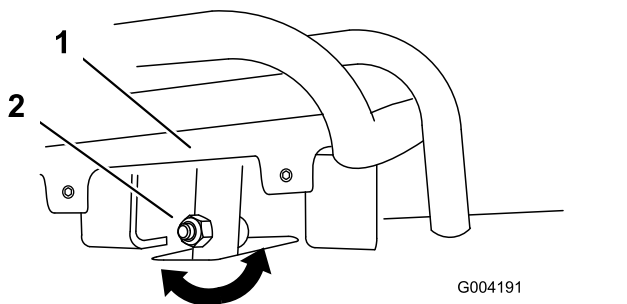
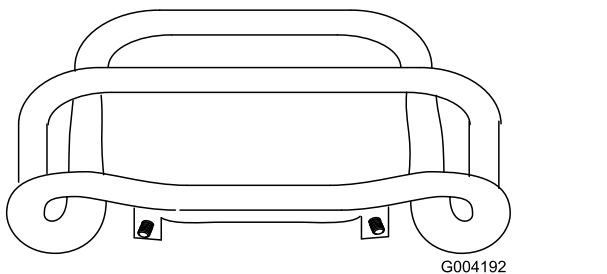

Figura 54
Figura 55
4. Si la parte delantera del control de tracción no queda enrasada con y paralela a la barra de referencia, afloje la tuerca y el perno del tubo del control de tracción (Figura 54).
5. Ajuste el control de tracción hasta que quede enrasado con la barra de referencia al tirar del mismo hacia atrás del todo (Figura 54 y Figura 55).
- C. Afloje la tuerca con arandela prensada y el perno del tubo del control de tracción (Figura 54).
- I. Ajuste el control de tracción hasta que quede enrasado con la barra de referencia al tirar del mismo hacia atrás del todo (Figura 54 y Figura 55).